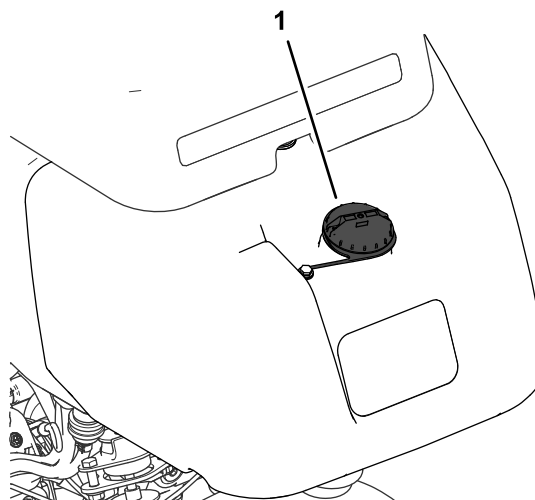

Figure 32
1. Nettoyez la surface autour du bouchon du réservoir de carburant et enlevez le bouchon (Figure 32).